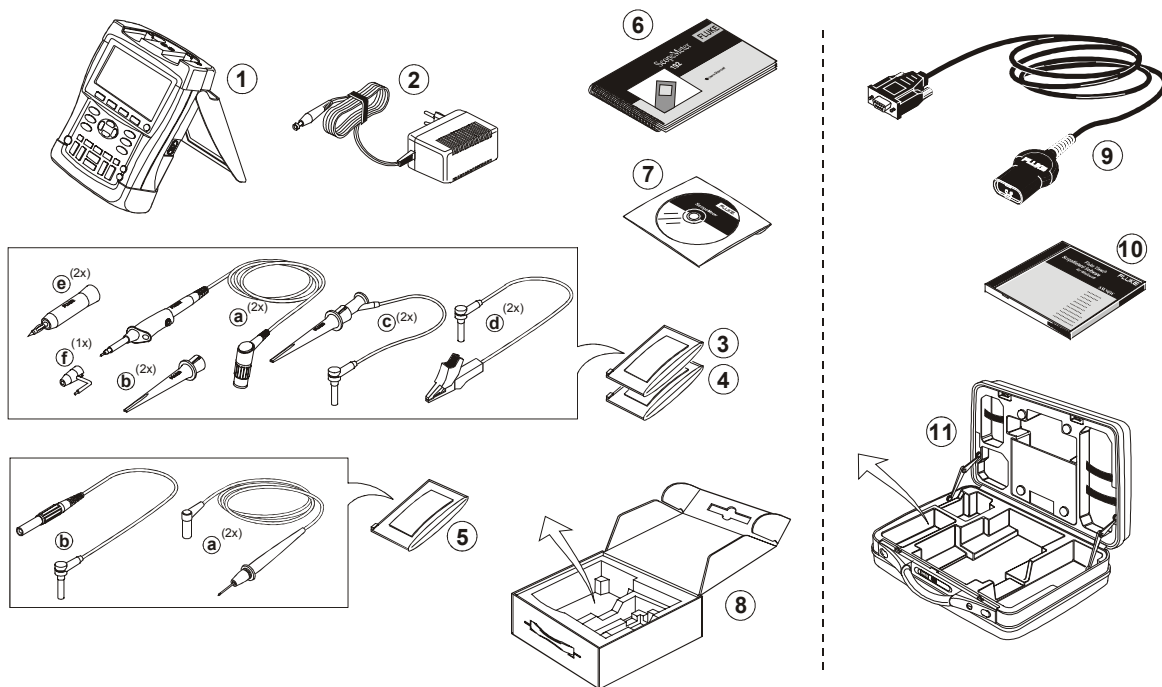

Рис. 1. Комплект принадлежностей прибора ScoreMeter
- Нельзя подключать заземляющий пружинный контакт (рис. 1, элемент f) к потенциалу, превышающему 42 В (максимальное значение) или 30 В (среднеквадратичное значение) относительно потенциала земли.